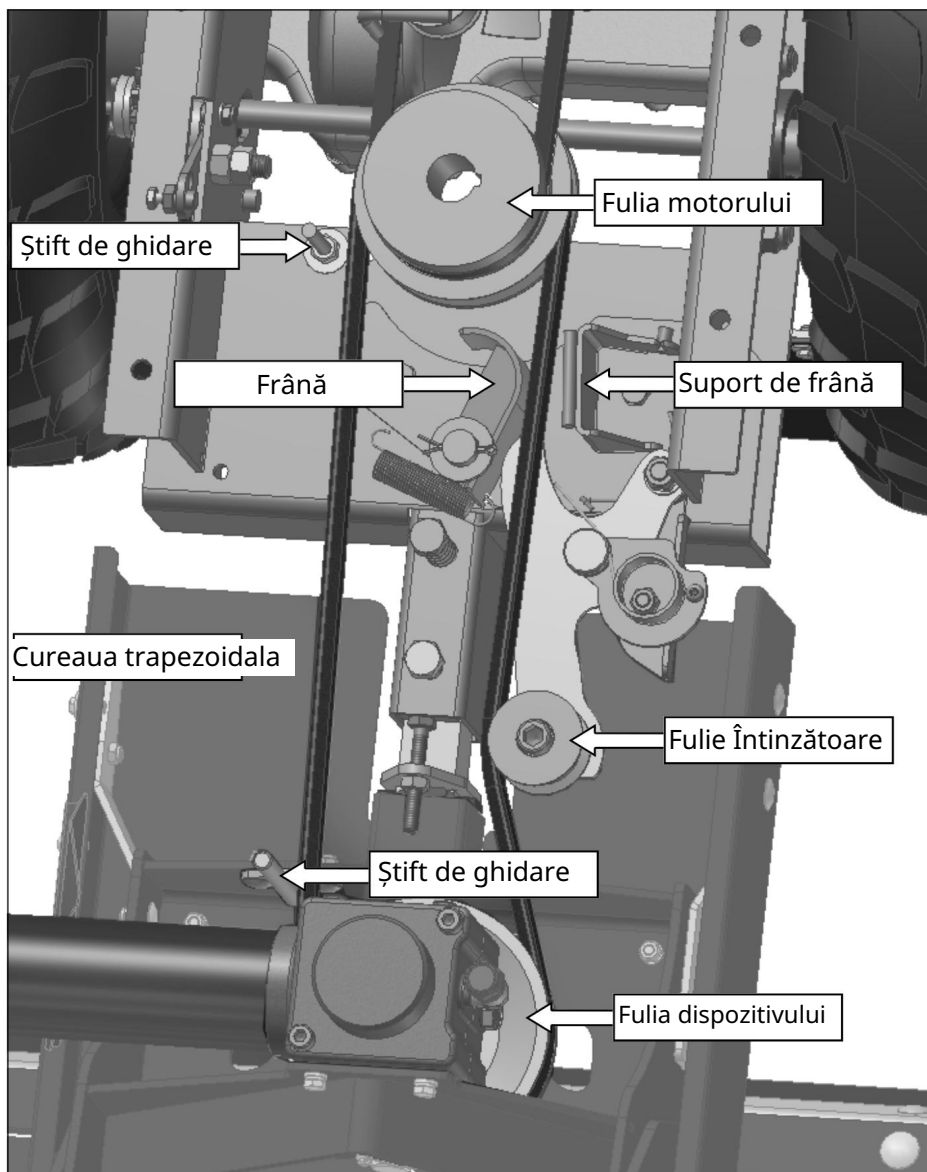

Fig. 15 - Cureaua trapezoidală și traseul acesteia
4) Extrageți cureaua trapezoidale de pe fulia dispozitivului de cosit și plasați-o pe fulia motorului (Fig. 10, 11). Acordați atenție poziționării corecte a curelei trapezoidale care trebuie să treacă între frână și suportul de frână. Acordați atenție poziției corecte față de știftului de ghidare (Fig. 15).
7) Verificați plasarea corectă a curelei trapezoidale (Fig. 15), în special pe lângă știfturile de ghidare, frâna și fulia întinzătoare.